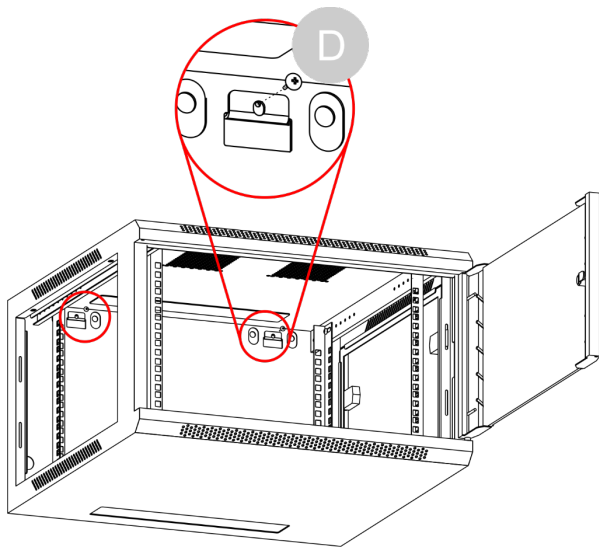

Fig. 22
- 08) Aprire lo sportello dell'armadio e inserire le 2 **viti di sicurezza (D)** nei fori, come mostrato nella Fig. 22.